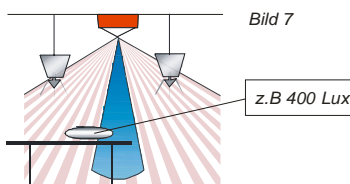

Bild 7
- Durch Variieren von Kunstlicht und Jalousie die Helligkeit einstellen, bis sie auf der Arbeitsfläche dem gewünschten Wert entspricht (Bild 7).